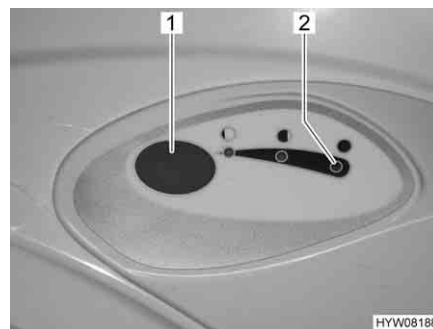

Fig. 171 Bouton pour la chasse d'eau/
- Pour actionner la chasse d'eau, appuyer sur le bouton bleu (Fig. 171,1).
Le voyant de contrôle (Fig. 171,2) s'allume lorsque le réservoir pour matières fécales doit être vidé.